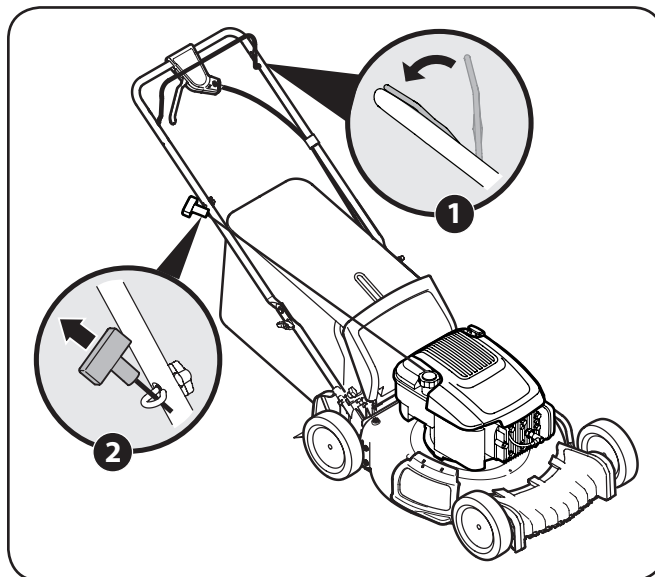

Figura 5-1
2. Sostenga firmemente las dos manijas juntas, tome la manija del arrancador de retroceso y tire de la cuerda para sacarla con un movimiento rápido y continuo. Vea la Figura 5-1. Mantenga firme la manija del arrancador, deje que la cuerda regrese lentamente al arrancador. Repita hasta que el motor esté en marcha. Deje que la cuerda se enrosque lentamente de regreso.